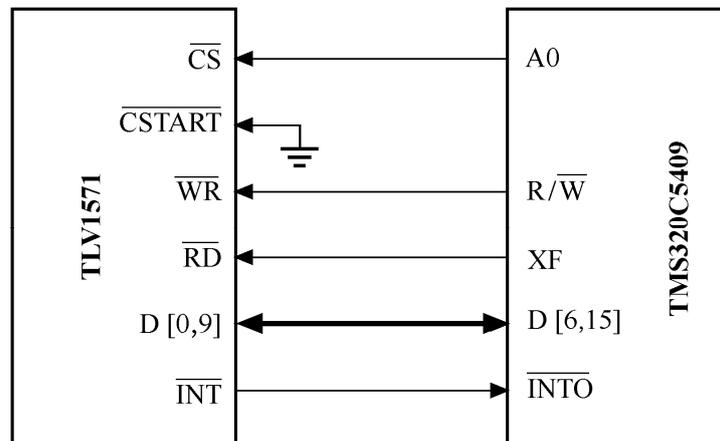

图 3.5 TLV1571 与 DSP5409 的连接
TLV1571 与 TMS320C5409 的连接如图 3.5 所示。使用 DSP 的地址总线的 A0 引脚控制 TLV1571 的片选信号；使用 DSP 的 XF 引脚控制 TLV1571 的读信号；DSP 和 TLV1571 的数据总线和中断信号直接相连。TLV1571 的调试，主要步骤如下。
- (1) DSP 选通 TLV1571，根据图 3.5 的连接，将 DSP 的 A0 引脚置低，从而选通 TLV1571。
- (2) DSP 初始化 TLV1571 的两个控制寄存器，通过 DSP 的 R/ \bar{W} 信号和数据总线初始化控制寄存器。